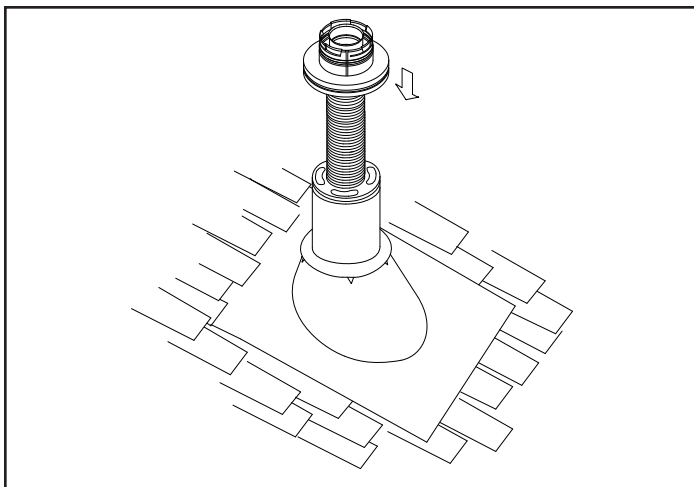
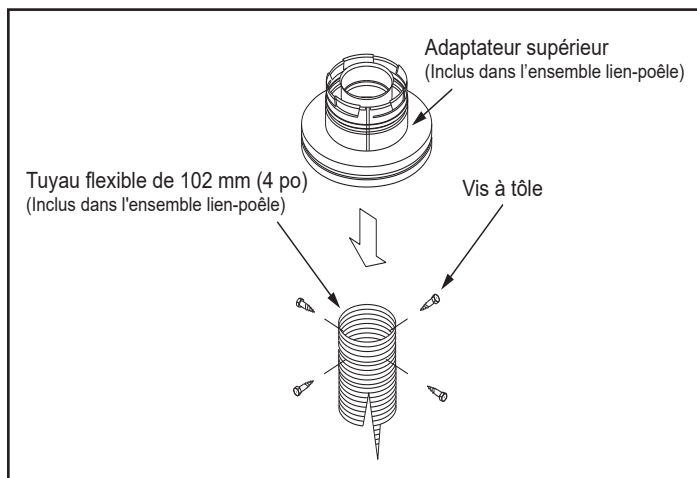

Figure 3.21
Figure 3.22
- Faites passer le tuyau flexible dans le centre du système de cheminée en l'introduisant depuis le haut et placez l'adaptateur supérieur en le centrant au sommet du conduit de cheminée. Percez quatre trous de 3 mm (1/8 po) de diamètre dans l'adaptateur supérieur et dans le dessus de la cheminée. Assurez-vous de bien percer dans le métal de la cheminée. Verrouillez le chapeau de conduit pour vents forts sur l'adaptateur supérieur en le faisant pivoter. Voir figure 3.21 et figure 3.22.